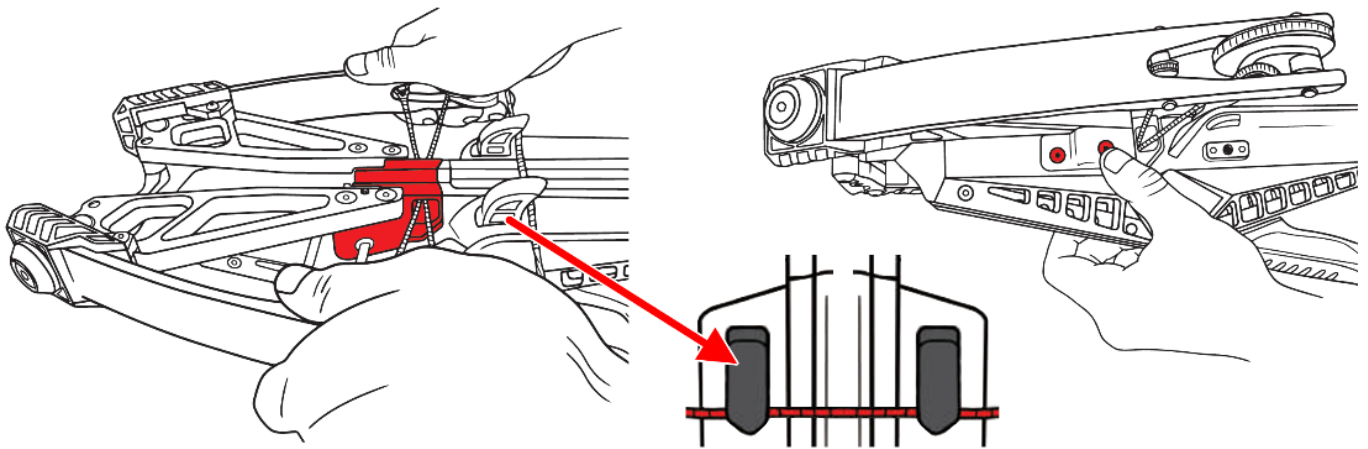

Рис.2
2. Вставьте плечи арбалета в разъем для крепления плеч, аккуратно и плотно прижмите. Надавите на штифты до упора, пока не услышите щелчок. Плечи арбалета безопасно установлены и готовы к взводу только тогда, когда штифты полностью утоплены в корпус (Рис.2).